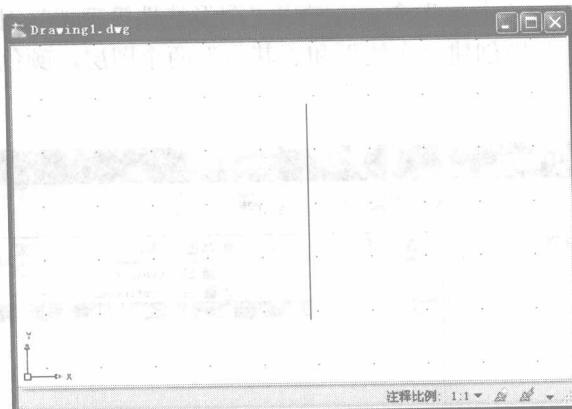
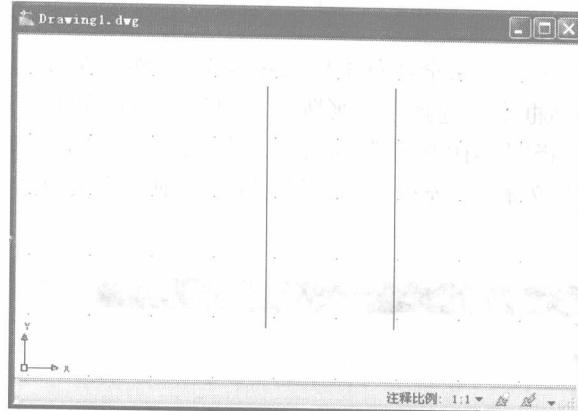

图 1-8 绘制直线
图 1-9 复制直线
(2) 单击“绘图”工具栏中的“直线”命令按钮 , 根据命令行的提示, 在当前绘图区域中的任意位置单击, 作为直线第一点。在命令行中再输入另外一点坐标(@0,5000), 按下 Enter 键, 结束操作, 结果如图 1-8 所示。
(3) 单击“修改”工具栏中的“复制”命令按钮 , 根据命令行的提示, 选择图 1-8 中绘制的直线为复制对象, 在命令行中输入偏移点的坐标值(@2600,0), 按下 Enter 键结束操作, 最终得到如图 1-9 所示的扶手效果。